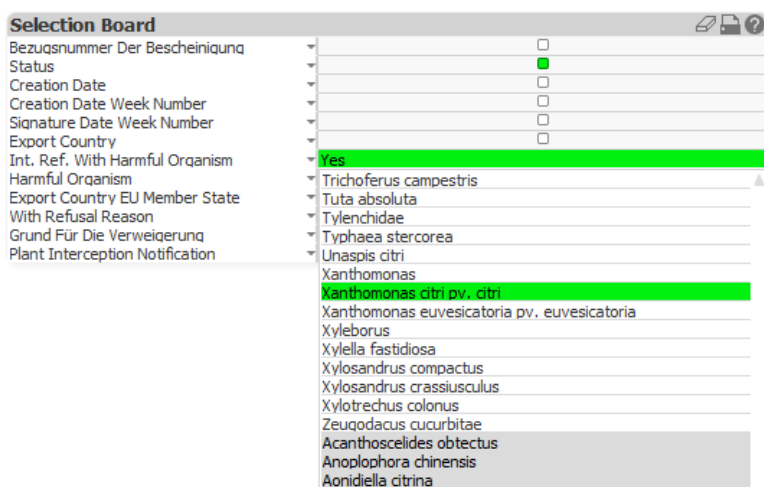

Abbildung 38: Dropdownliste zu den festgestellten Schadorganismen in der Anzeige *Selection Board*
1. Öffnen Sie im *Selection Board* die Dropdownliste bei *Harmful Organism* (Abbildung 38):